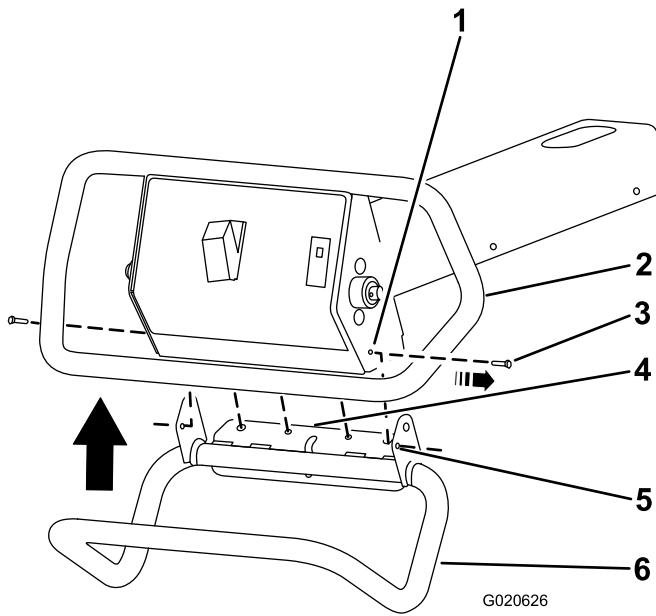

Figura 1
1. Retire los 2 pernos de cabeza hexagonal (N° 10-24 x 1/2 pulgada), según se muestra en Figura 1.
3. Empuje el manillar hacia arriba y alinee la pestaña con el bastidor (Figura 1).
4. Alinee los taladros de montaje de los 2 pernos de cabeza hexagonal (Nº 10-24 x 3/4 pulgada) del manillar con los taladros del bastidor (Figura 1).